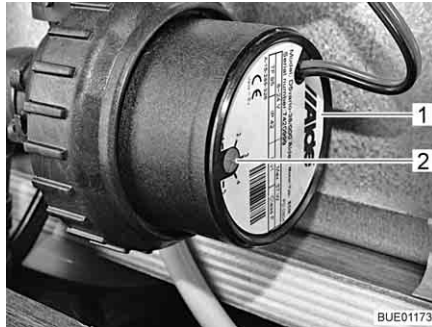

Fig. 192 Réduction de la vitesse de rotation
Le bouton tournant (Fig. 192,2) permet de régler la vitesse de rotation du circulateur. Une faible vitesse de rotation réduit les bruits de fonctionnement de la pompe.
Le bouton tournant se trouve sur le circulateur (Fig. 192,1).
- Tourner le bouton tournant (Fig. 192,2) dans le sens inverse des aiguilles d'une montre. La puissance est réduite.